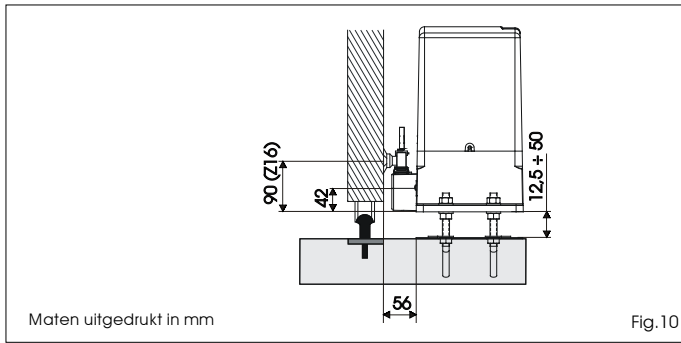

Fig.10
- 2) Plaats de aandrijving op de funderingsplaat met behulp van de bijgeleverde schijfjes en moeren, zoals op fig. 9 Voer tijdens deze operatie de kabels door de daarvoor bestemde openingen in het motorhuis (zie Fig. 10, ref. 9). Indien nodig is het mogelijk om de twee gaten tot één gat te maken (gebruik hiervoor een hamer), zodat er een ruimere doorgang ontstaat.
- 3) Stel de hoogte van de motorvertraging en de afstand tot de poort in, zie de maten van Fig.10.